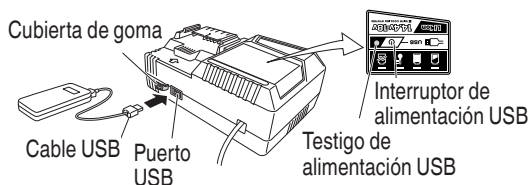

Fig. 11
- (2) Encienda el enchufe de alimentación USB (Fig. 11)
- (3) Conecte el cable USB. (Fig. 11)
- Apague el interruptor de alimentación USB y desenchufe el cable de alimentación de la toma de alimentación eléctrica. (Fig. 11)